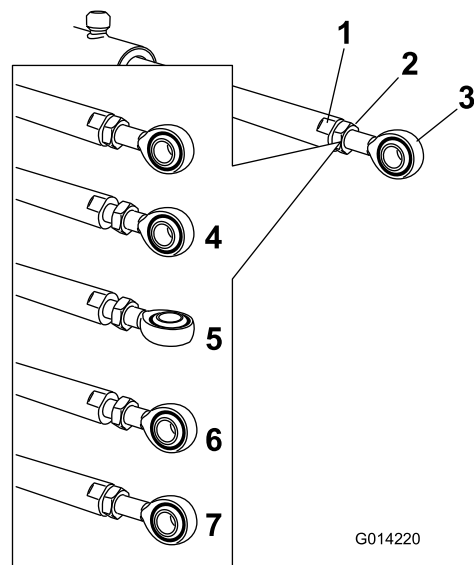

図 14
5. アクチュエータロッドの平たい面にスパナをあてがって回転しないように押さえ、ジャムナットをゆるめて、アイレットロッドを回せるようにする図 14。
6. アイレットロッドを回転させてアクチュエータを希望の長さに調整する図 14。